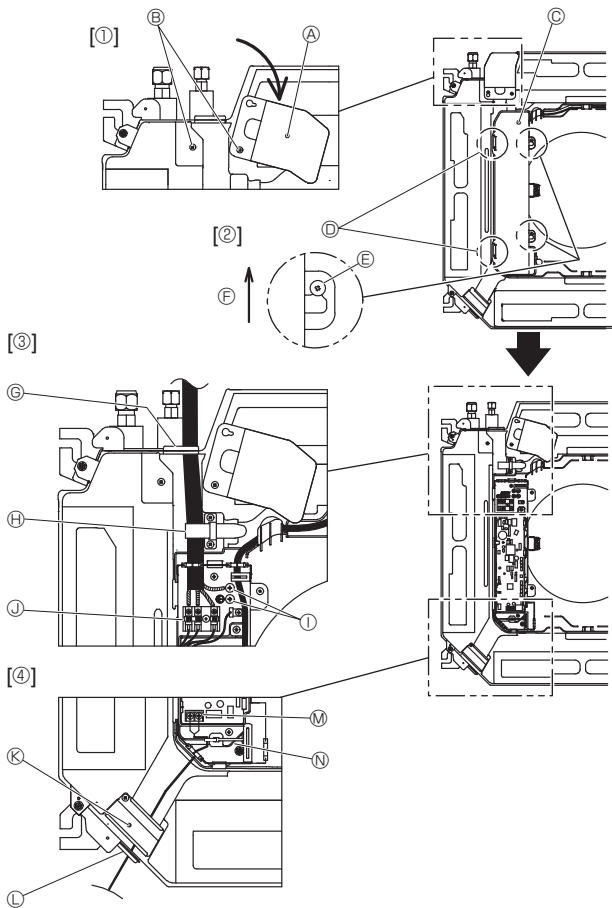
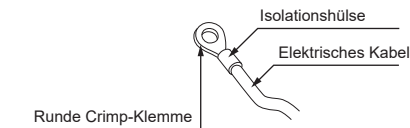
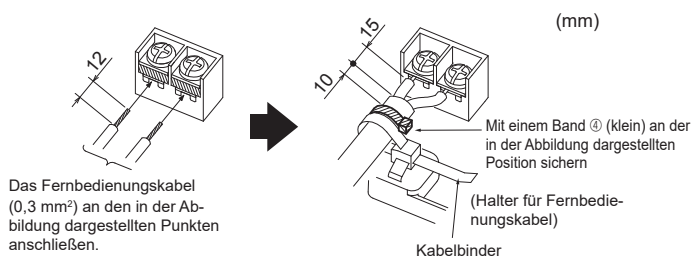

Fig. 6-1
Fig. 6-2
Fig. 6-3
6.1. Innenanlage (Fig. 6-1)
1. Die beiden Befestigungsschrauben der Kabelblende lösen und dann die Kabelblende drehen. [Fig. 6-1 ①]
2. Die beiden Befestigungsschrauben des Elektrokastendeckels lösen und dann den Deckel verschieben. [Fig. 6-1 ②]
3. Führen Sie das Netzkabel, das Verbindungskabel für Innen-/Außengerät und den Erdleiter durch die Verdrahtungseingänge in der Abbildung. [Fig. 6-1 ③] Bringen Sie den Ummantelungsabschnitt des Netzkabels und des Verbindungskabels für Innen-/Außengerät im Elektrokasten unter. Verwenden Sie runde Crimp-Klemmen für die Innengerät-Außengerät-Verbindungsklemme und den optionalen Bausatz für die Netzanschlussklemmen. [Fig. 6-2] Wenn Sie keine runden gecrimpten Anschlüsse verwenden können, siehe Fig. 6-3 bis 6-6.
4. Das Fernbedienungskabel durch die in der Abbildung gezeigten Verdrahtungseingänge führen und anschließen. [Fig. 6-1 ④, Fig. 6-3]